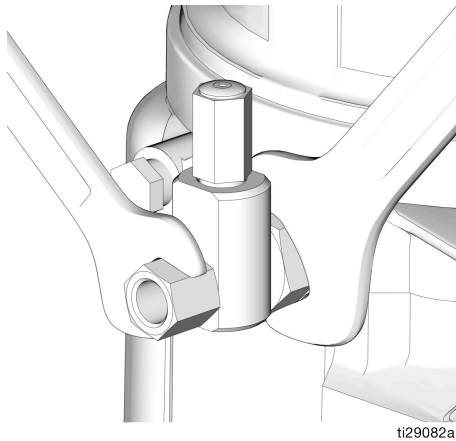

FIG. 32
1. Afloje el accesorio de conexión del elemento de la bomba (FIG. 32).
3. Apriete el accesorio de conexión del elemento de bomba utilizando dos llaves y haciendo fuerza en direcciones opuestas (FIG. 32).